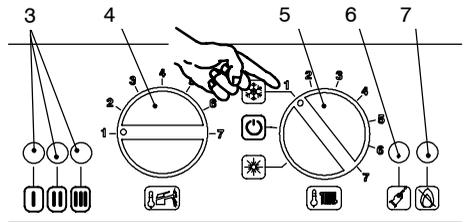

fig. 9.19
- 7 Quindi riposizionarlo in richiesta Riscaldamento/sanitario fig. 9.19